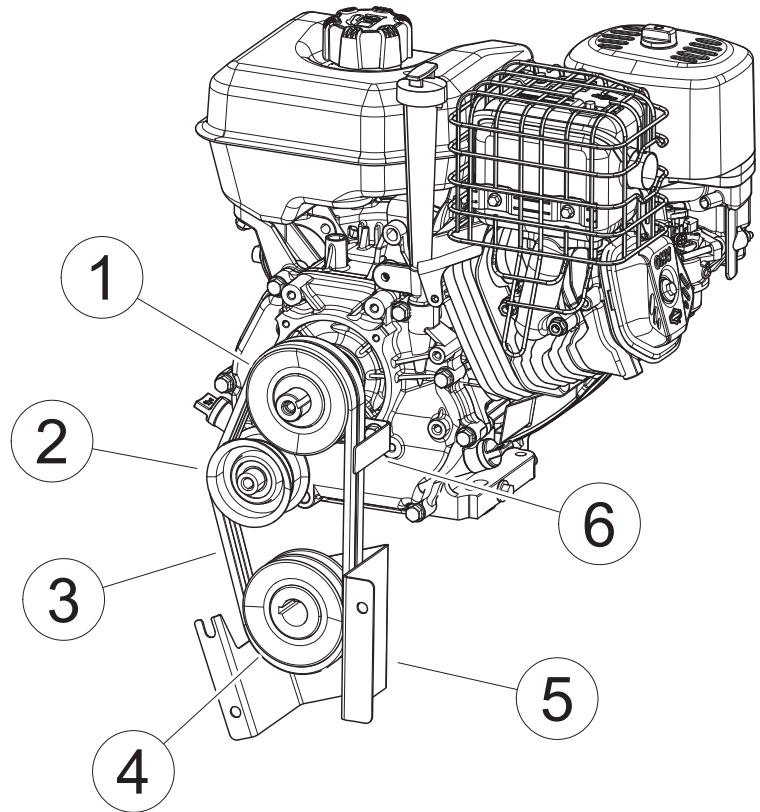

Figure 5.11
2. Desserrez les vis pression et utilisez une règle droite pour aligner la poulie du moteur (1) et la poulie du rotor (4) avec la poulie du moteur (1). Voir la figure 5.11. Serrez toutes les vis pression.
3. Engagez l'embrayage avec la courroie (3) en place et vérifiez l'engagement de la poulie de tension. Voir la figure 5.11. La poulie de tension doit avoir un impact sur la courroie dans le centre de la poulie. Toutes les poulies doivent être parfaitement alignées. Serrez les vis pression de la poulie à 160 lb-po.